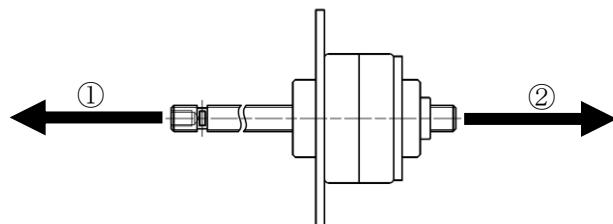

图 15 输出轴的动作方向
直线步进的构造上、如将丝杠往输出端施力的时候（图 15 ①的方向）、马达内部的预压弹簧的方向和丝杠所承受的方向为一致、所以可以稳定动作。
反之、将丝杠往反输出端施压的话（图 15 ②的方向）、马达内部的预压弹簧的方向和丝杠所承受的力量的方向为相反的话、会造成比预压弹簧的力道还要大的负载、让预压弹簧被压缩 造成动作有时会不稳定。②的往反输出端施压的时候须注意并确认动作。